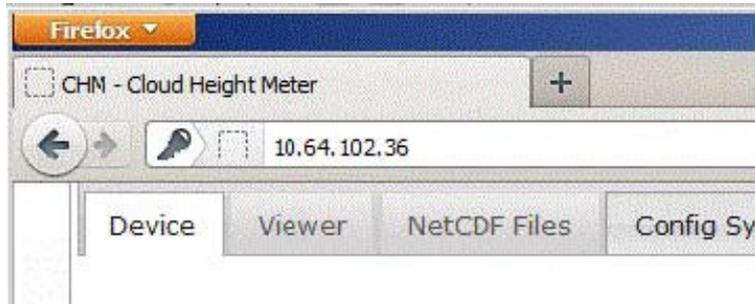

Abbildung 16 Ansicht des Firefox-Browsers mit einer Verbindung mit dem CHM 8k (hier: feste IP-Adresse).
Eine der drei IP-Adressen kann zur Kommunikation mit dem Gerät in einen Webbrowser (siehe Abbildung 16) eingegeben werden. Abbildung 21 zeigt die Registerkarte "Config Network" im Internetbrowser Firefox. Das Ändern der Benutzer-IP-Adresse (3) erfordert eine Superuser-Berechtigung in der Registerkarte „Device“.